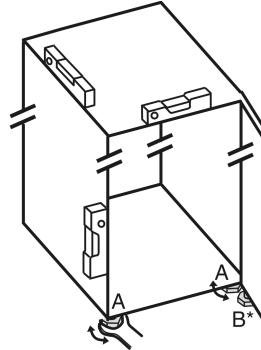

Fig. 45
- Zhvendosni këmbëzat me rregullim Fig. 45 (A) me çelës fiso dhe me ndihmën e një niveli me ujë, derisa pajisja të jetë niveluar mirë.
- Zhvendosni këmbëzat me rregullim Fig. 45 (B) në bazamentin mbështetës me çelësat fiso të përfshirë në paketim, derisa të jetë mbështetur mbi dyshtemë.
- Rrotullojeni këmbën me rregullim Fig. 45 (B) sërish maksimumi 90°, për të parandaluar dëmtimin e derës.